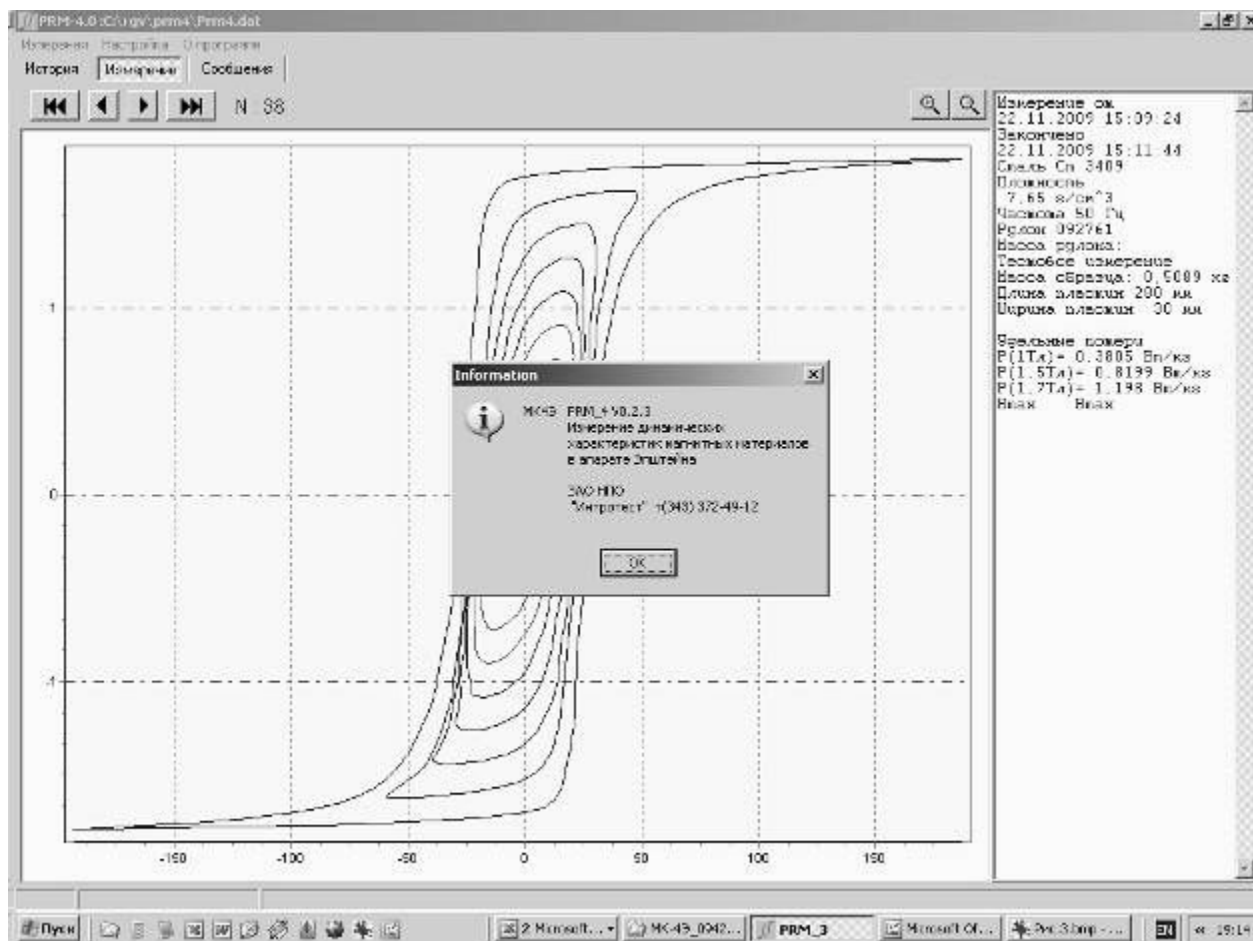

Рис. 6 Окно "О программе"
- 2.3.2.19 Кнопка "О программе" открывает окно с информацией об используемой версии программы (рис.6).